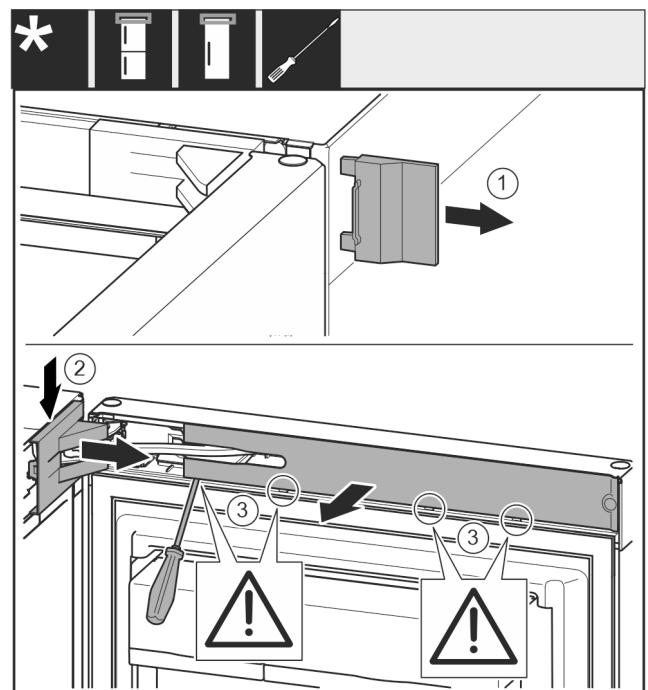

Fig. 10
► Abdeckung Fig. 10 (1) abnehmen.
► Lagerbockabdeckung Fig. 10 (2) ausrasten und lösen.
► Lagerbockabdeckung Fig. 10 (2) abnehmen.
- Blende Fig. 10 (3) mit Schlitzschraubendreher ausrasten und zur Seite schwenken.